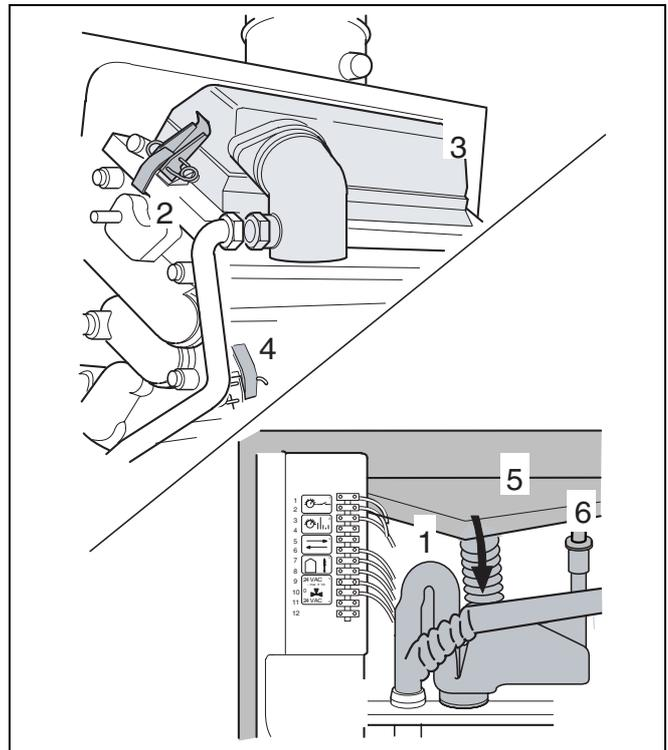

Fig. 37 Rimuovere copertura e piastra di condensa
- Svitare entrambi i fermagli di fissaggio (fig. 37, pos. 2) dalla copertura del bruciatore e rimuovere la copertura del bruciatore e il bruciatore stesso (fig. 37, pos. 3).
- Estrarre il sifone dalla piastra di condensa (fig. 37, pos. 1).
- Allentare il collegamento al bypass di condensa (fig. 37, pos. 6).
- Allentare il fermaglio di fissaggio (fig. 37, pos. 4) della piastra di condensa e rimuovere la piastra di condensa (fig. 37, pos. 5).